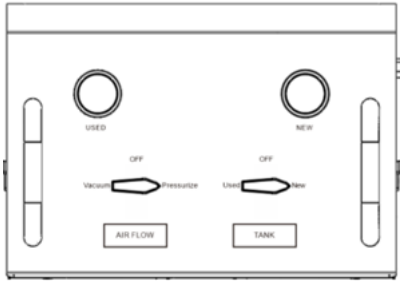

Fig 11.
2. Sur le réservoir, tournez la valve gauche « DÉBIT D'AIR » en position « Pressuriser », la valve droite « RÉSERVOIR » en position « Nouveau » (Fig.11), ouvrez les valves sur les deux tuyaux (Fig.12), puis ouvrez la valve d'air de l'atelier pour démarrer l'échange de réfrigérant (pendant le processus, vous pouvez tour-